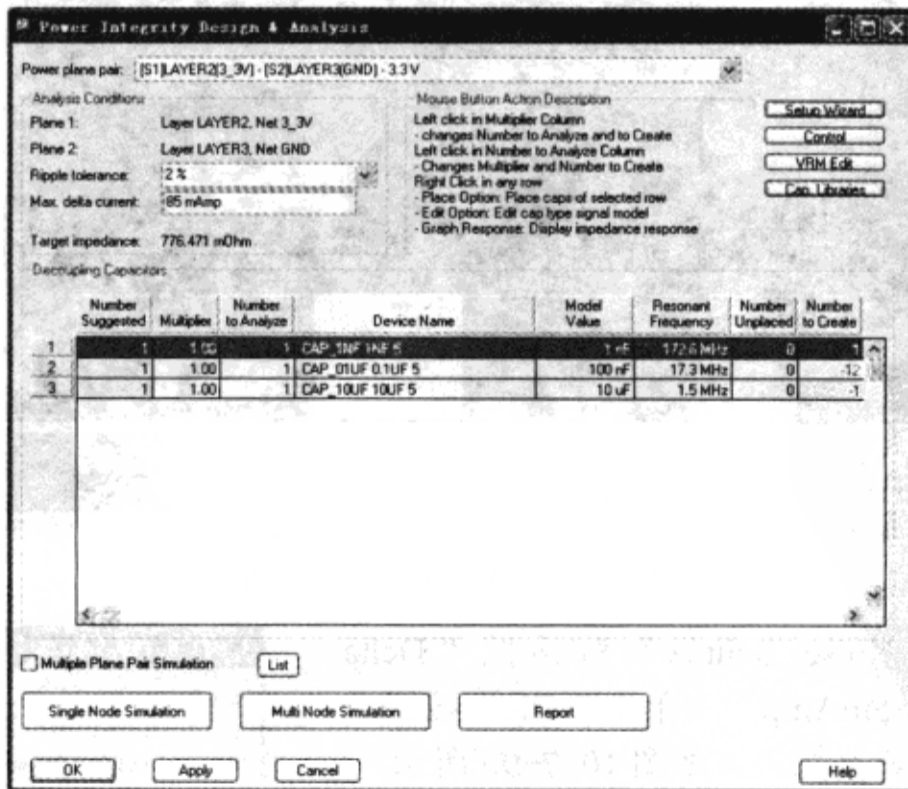

图 10-7-92 所需摆放电容器的数目
6) 3.3V 平面对的去耦电容器 图 10-7-92 中显示 1nF 电容器的相关信息有: